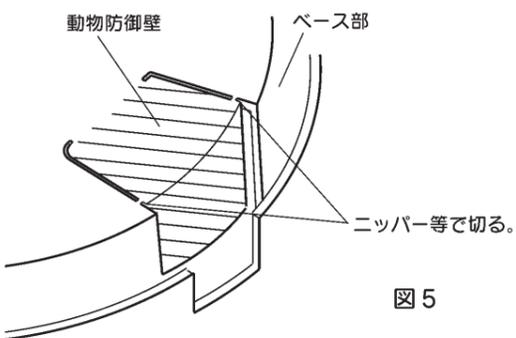

図5
(1) ベース部①の配管用切りカキ部⑤を必要に応じ切りとる。
- (2) ベース部①の動物防壁④を切りとる。（図5参照）